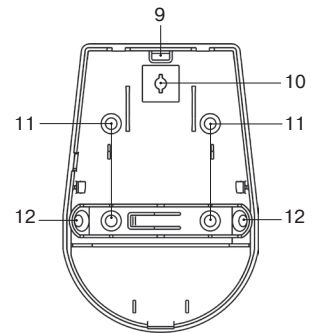

Рисунок 2 – Конструкция «Пирон-4 BLACK»
Основание корпуса с печатной платой представлены на рис. 2 б).
В основании корпуса имеются выламываемое отверстие (9) для ввода проводов, а также крепежные отверстия (рис. 2 в):
- (10) для крепления основания к кронштейну;
- (11) для монтажа на стене;
- (12) для монтажа в углу.
- Снимите крышку извещателя, отжав отверткой фиксатор крышки через отверстие, расположенное в нижней части основания извещателя (рис. 2а).
- Просверлите в основании извещателя отверстия, которые будут использоваться для прокладки проводов и крепления извещателя (рис. 2в).
В извещателе предусмотрена переключатель SENS HIGH (4) (рис. 2б). При снятой переключателе извещатель работает в режиме нормальной чувствительности (устойчив к перемещению домашних животных массой до 20 кг). При установленной переключателе извещатель работает в режиме высокой чувствительности (устойчив к перемещению домашних животных массой до 10 кг).